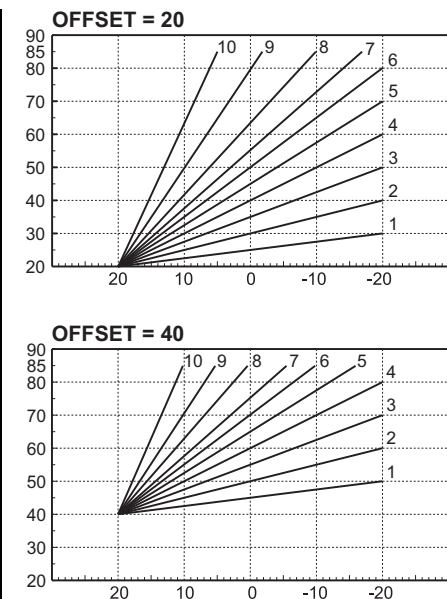

рис. 25- Пример параллельного смещения компенсационных кривых
**Offset:** через это подменю открывается доступ к параллельному перемещению кривых с помощью кнопок и **режима ГВС**. Характеристики указаны на рис. 25. По умолчанию Offset = 30°